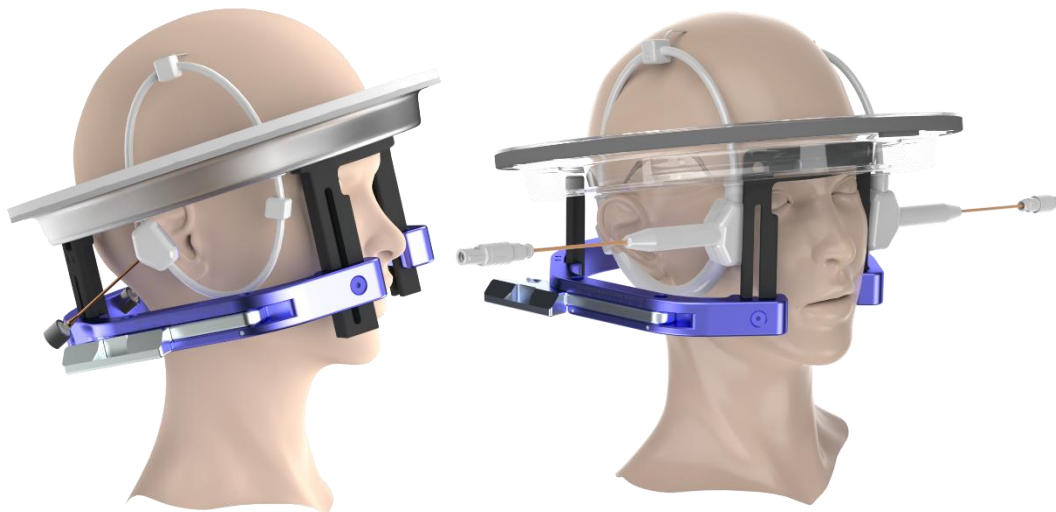
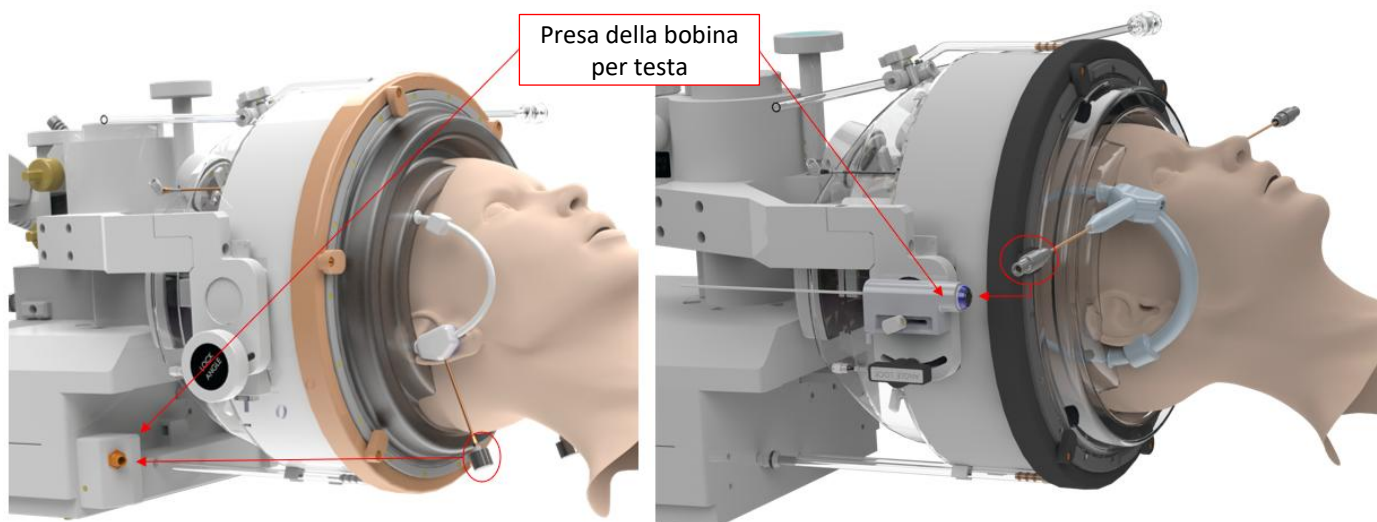

Figura 3-7: Esempi di posizioni delle membrane paziente
Figura 3-8: Esempi di disposizione delle membrane paziente in base alla posizione della presa della bobina per testa
- Per le membrane con una bobina per testa integrata: Assicurarsi che i connettori della bobina per testa siano in una posizione compatibile rispetto alla posizione della presa della bobina del trasduttore (vedere **Figura 3-7** e **Figura 3-8**).
7. Se applicabile: collegare la bobina per testa (vedere **Figura 3-8**).